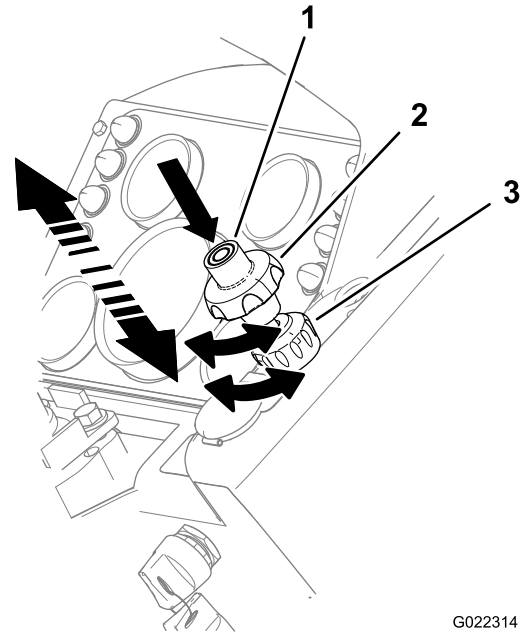

Bild 24
- Drücken Sie auf die mittlere Gasbedienungstaste und **ziehen** Sie gleichzeitig die Gasbedienung heraus, um die Motordrehzahl zu **erhöhen** (Bild 24).